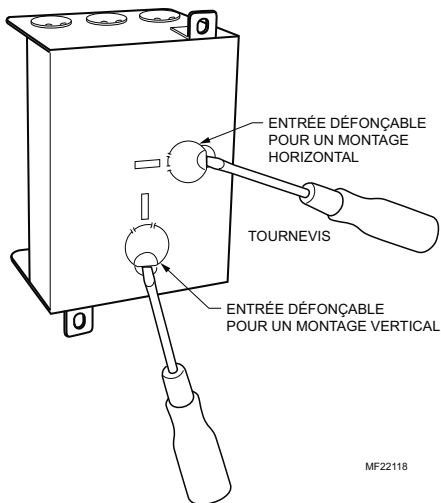

Fig. 2. Dépose de l'entrée défonçable pour un montage horizontal ou vertical.
7. Retirer l'entrée défonçable du puits, pour un montage vertical ou horizontal, en soulevant prudemment l'entrée défonçable de l'arrière du boîtier, en utilisant un tournevis à lame plate. Se reporter à la Fig. 2.